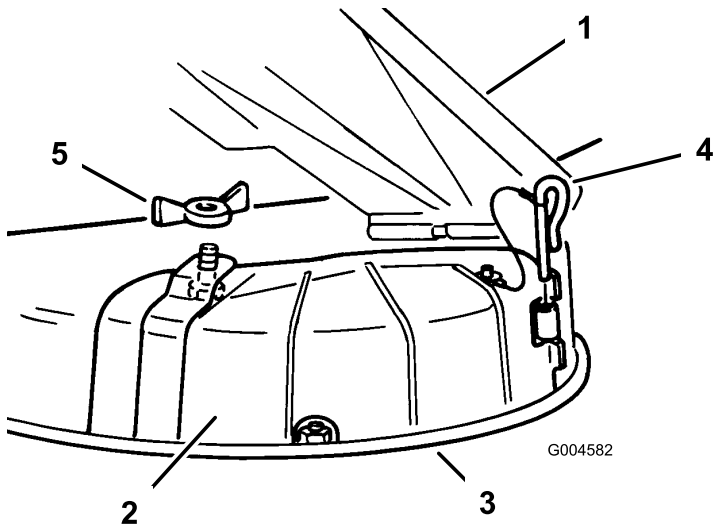

Figura 24
3. Retire la tuerca de orejeta y la abrazadera que sujetan la tapa (Figura 24). Guarde todas las piezas para su uso futuro.
4. Retire el pasador de la bisagra que sujeta la tapa a la carcasa (Figura 24).